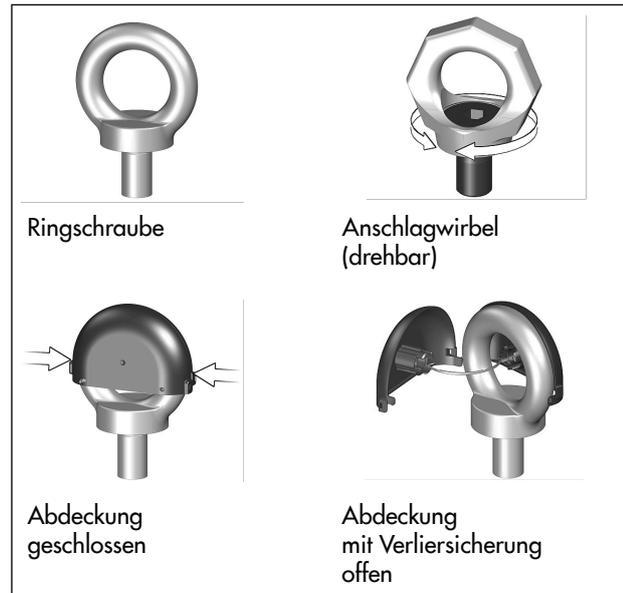

Bild 5: Verliersicherung an Ringschraube/Anschlagwirbel
1. Ringschraubenabdeckung durch leichten Druck auf die beiden seitlichen Klipsverbindungen öffnen und abnehmen, vgl. Bild 5.
6. Nach Montage: Hebeschlingen entfernen und Ringschraubenabdeckung wieder anbringen und schließen, vgl. Bild 5.